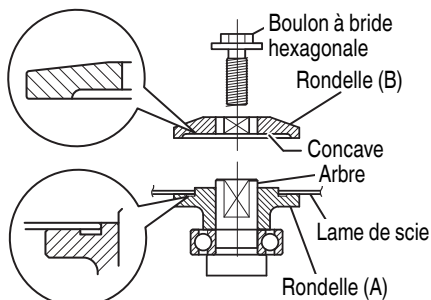

Fig. 8
2. Montage de la lame de scie (Fig. 8)
- (1) Bien retirer toute la sciure qui s'est accumulée sur l'arbre, le boulon et les rondelles.
- (2) Appliquer de l'huile machine de qualité sur les surfaces des rondelles (B) et (A) qui entrent en contact avec la lame.
- (3) Comme l'illustre la Fig. 8, un côté de la lame de scie doit se fixer sur le centre de projection de la rondelle (A) qui correspond au diamètre interne de la lame et l'autre côté sur la partie concave de la rondelle (B).
- (4) Pour garantir que la lame de scie tourne dans le bon sens, s'assurer que la flèche sur la lame de scie est tournée dans le même sens que celui indiqué par la flèche sur le carter de la scie.
- (5) Serrer manuellement le plus possible le boulon à bride hexagonale fixant la lame de scie. Puis appuyer sur le bouton de verrouillage, verrouiller l'arbre et serrer à fond le boulon à bride hexagonale avec la clé hexagonale.